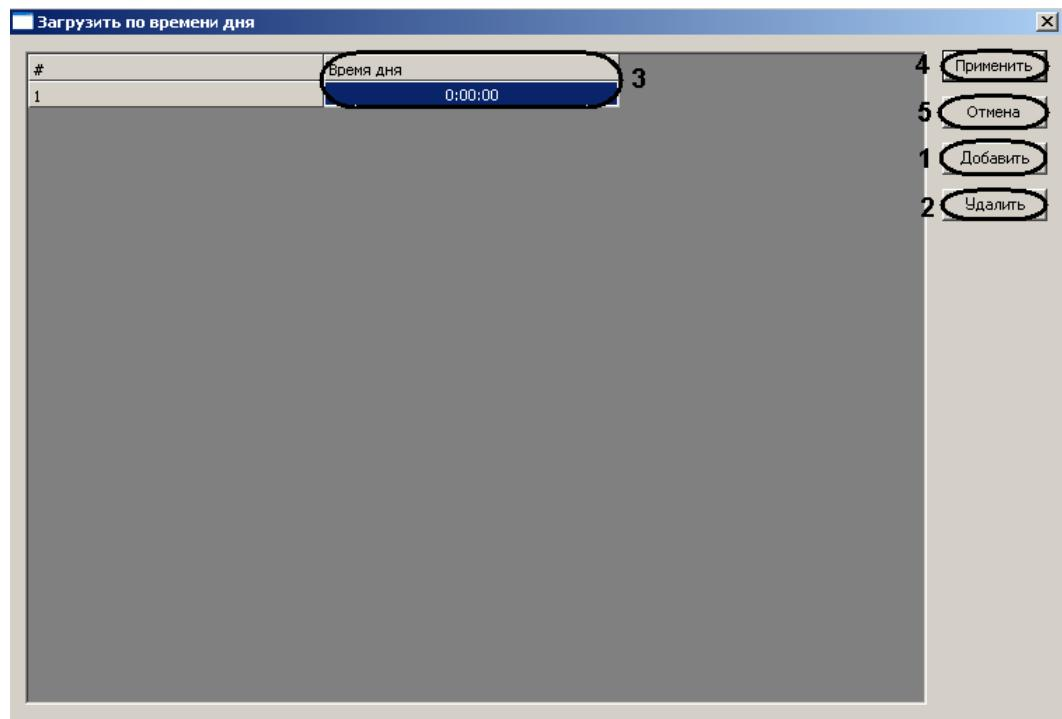

Рис. 3.6—3 Настройка времени загрузки
5. Настроить загрузку сообщений на Сервер HID по времени. Для этого необходимо нажать кнопку **Загрузить по времени дня** (см. Рис. 3.6—2, 5). Откроется окно **Загрузить по времени дня** (Рис. 3.6—3).
- 5.1 Нажать кнопку **Добавить** (см. Рис. 3.6—3, 1) и ввести в столбце **Время дня** (см. Рис. 3.6—3, 3) время в формате ЧЧ:ММ:СС при достижении которого произойдет загрузка сообщений на Сервер HID.